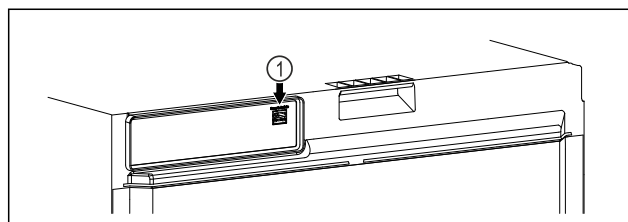

Fig. 112
- ☐ Vstavljen je SmartModule Fig. 112 (1).